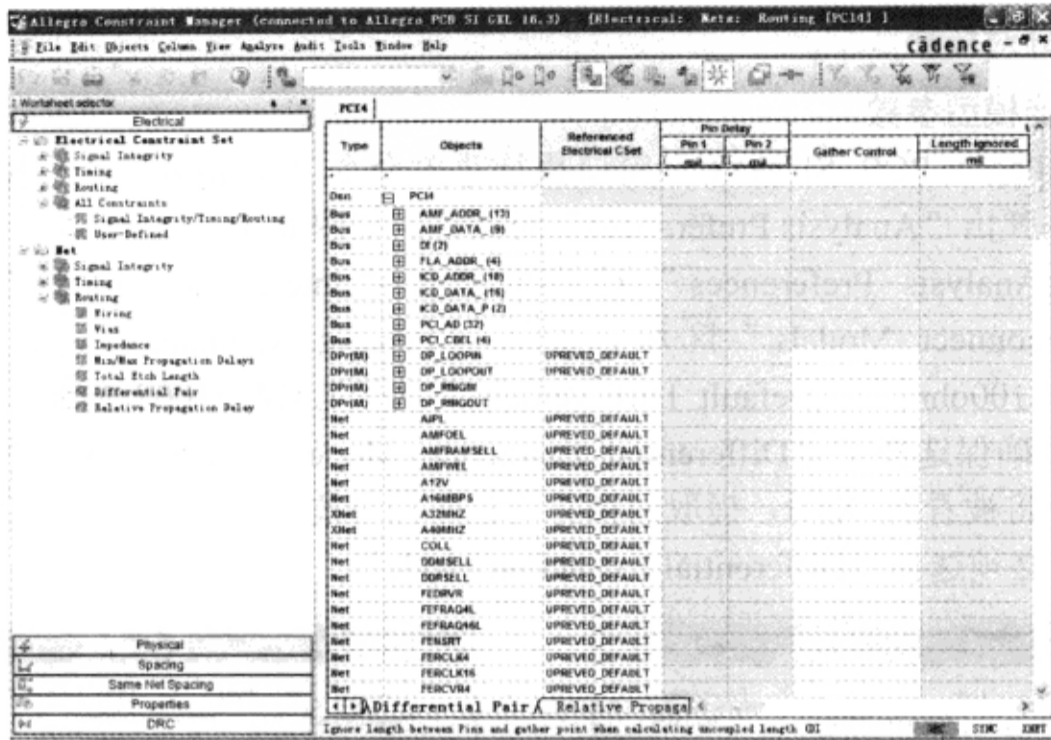

图 6-4-3 约束管理器
(1) 从“Allegro PCB SI GXL”窗口执行菜单命令“Setup”→“Constraints”→“Electrical...”，弹出“Allegro Constraint Manager”窗口。
(2) 关闭显示的“Tip of the Day”窗口。
(3) 在“Allegro Constraint Manager”窗口选择“Net”→“Routing”→“Differential pair”表格，如图 6-4-3 所示。